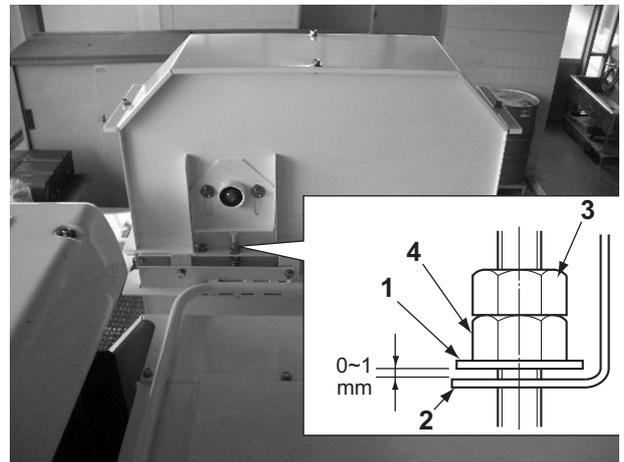

図 2-45
昇降機上部の座金 (1) とカラー (2) のすきまが、0~1mmであることを確認します。(図 2-45)
1. ロックナット (3) をゆるめます。(図 2-45)
2. 調節ナット (4) を左右交互に回して、チェンを引っ張ります。(図 2-45)
3. 座金 (1) とカラー (2) のすきまが0~1mmになるように調節します。(図 2-45)